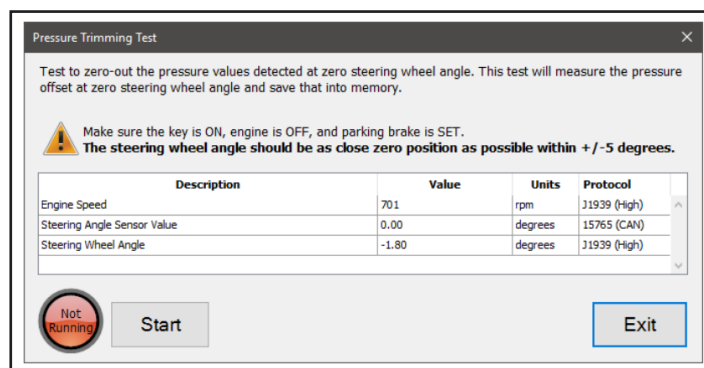

Figure 2 – Vérification de la polarité de la bobine
1. Sélectionnez *Vérification de la polarité de la bobine* et appuyez sur *Entrer* ou sur l'icône *Démarrer*. La boîte de dialogue du test s'affiche. Voir la Figure 2.